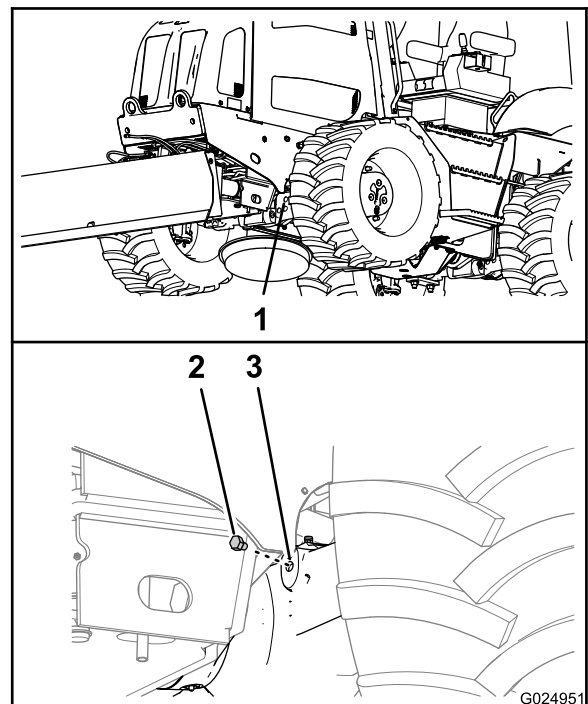
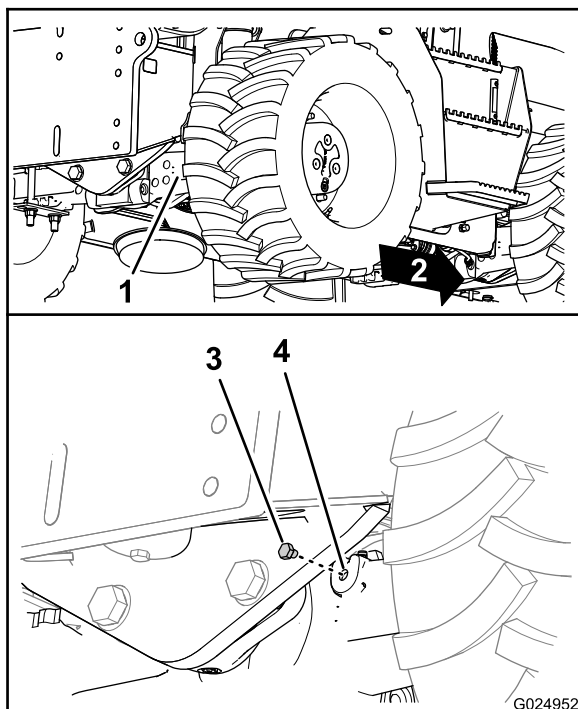

Figura 91
Figura 92
2. Rimuovete i tappi spia dal relativo foro nell'alloggiamento del pignone dell'assale (Figura 91 e Figura 92).
- Guardate attraverso il foro del tappo spia e controllate che il livello dell'olio nell'assale raggiunga la base della filettatura del foro (Figura 91 e Figura 92).
- Montate il tappo spia nel relativo foro nell'alloggiamento del pignone dell'assale (Figura 91 e Figura 92).